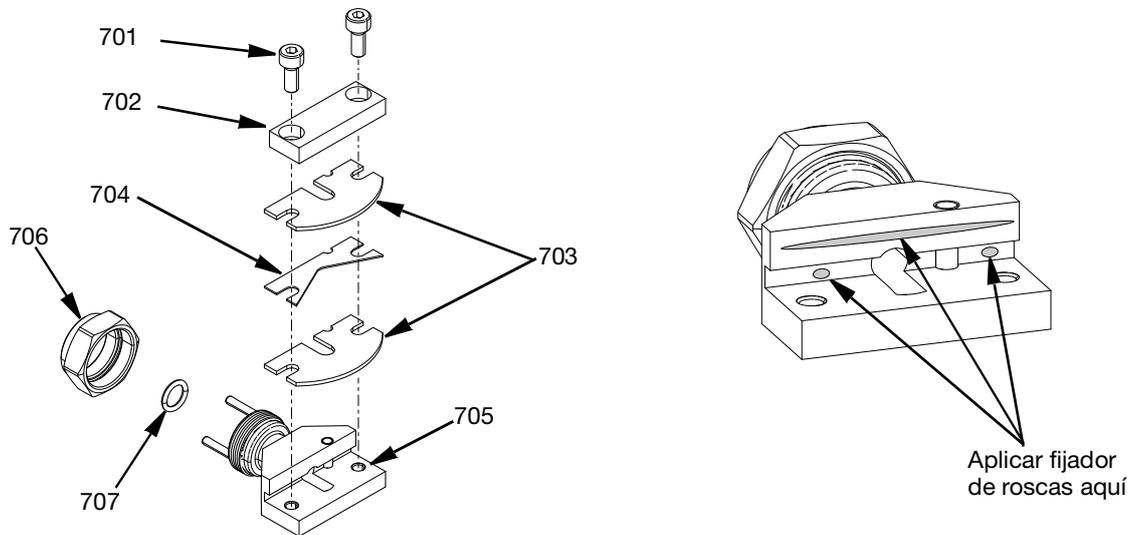

FIG. 41
2. Coloque el espaciador de boquilla (704) entre dos placas de boquilla exterior WC (703) y alinee las muescas de las piezas.
3. Aplique fijador de roscas azul de resistencia media; el utilizado para este montaje es Loctite® 242 o equivalente a la superficie que se muestra en FIG. 41.
4. Coloque las piezas intercaladas contra el escalón de la boquilla del alojamiento (705), alineando las muescas con el pasador de posicionamiento que hay en la boquilla de la carcasa.
5. Coloque la abrazadera (702) con la muesca del conducto de fluido mirando hacia el conducto y apriete con dos tornillos M4 de cabeza hueca (701). Apriete a 3,3 N•m (29,2 lb-pulg.). Consulte la FIG. 41.